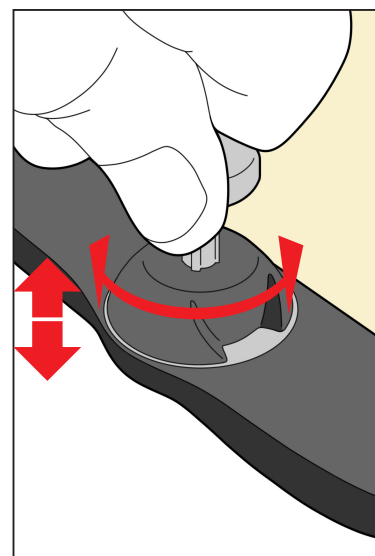

Fig. 7
1. Faire tourner chaque tige à l'arrière du masque thermoplastique jusqu'à la hauteur de cale souhaitée, soit une hauteur recommandée de 2 mm (les repères sont tous les 0,5 mm) (Fig. 7).